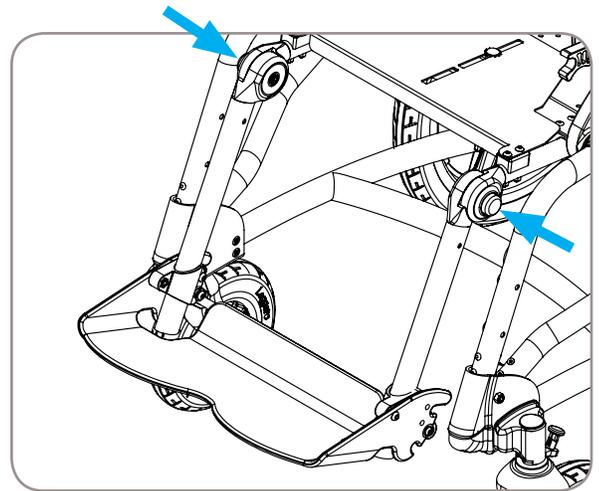

Figure 7
1. Appuyez et maintenez les boutons à l'extérieur de chaque cliquet de réglage, consultez la figure 7.